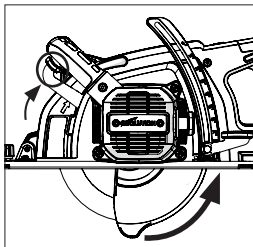

Fig. 18
Notă: Scutul inferior al discului este proiectat pentru a fi împins (rotit) din cale la începutul tăierii, ridicând maneta de retragere a scutului de disc (6). Această rotație poate fi de ajutor la tăierea anumitor materiale. (Fig. 18)